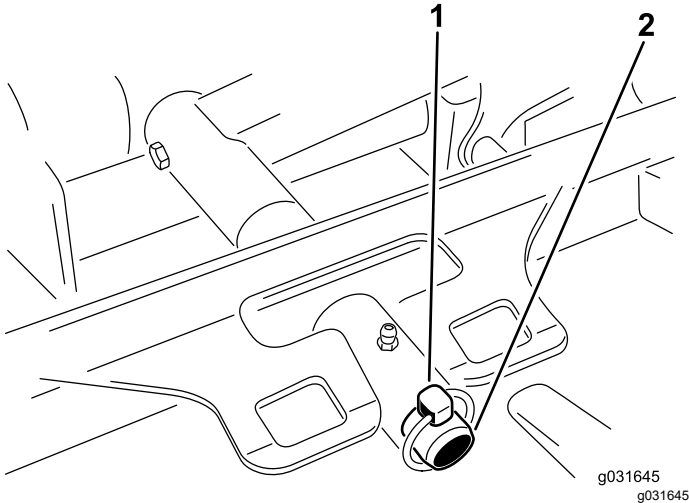

Bild 68
- Entfernen Sie den Klappstecker oder die Befestigungsmutter, mit der der Mähwerkträgerrahmen am Hubarm-Lagerbolzen befestigt ist (Bild 68).
- Schieben Sie den Mähwerkträgerrahmen auf den Lagerbolzen des Hubarms und befestigen ihn mit dem Klappstecker oder der Befestigungsmutter (Bild 68).